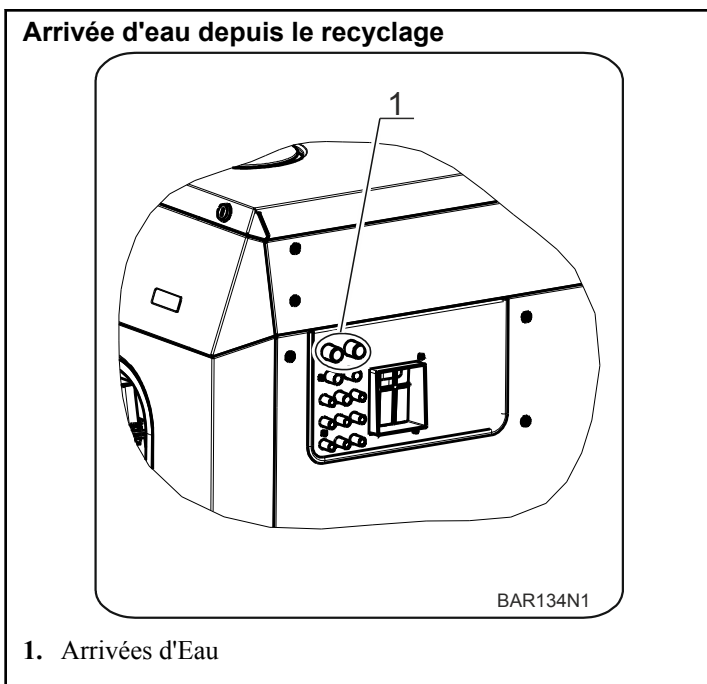

Figure 26
1. Percez les écrans protecteurs de l'arrivée d'eau depuis le recyclage en utilisant un foret de 15 mm [0,59 po.] de diamètre. Voir *Figure 26*. Nous ne conseillons pas de percer les écrans ouverts, car cela pourrait entraîner un blocage de la canalisation d'eau.